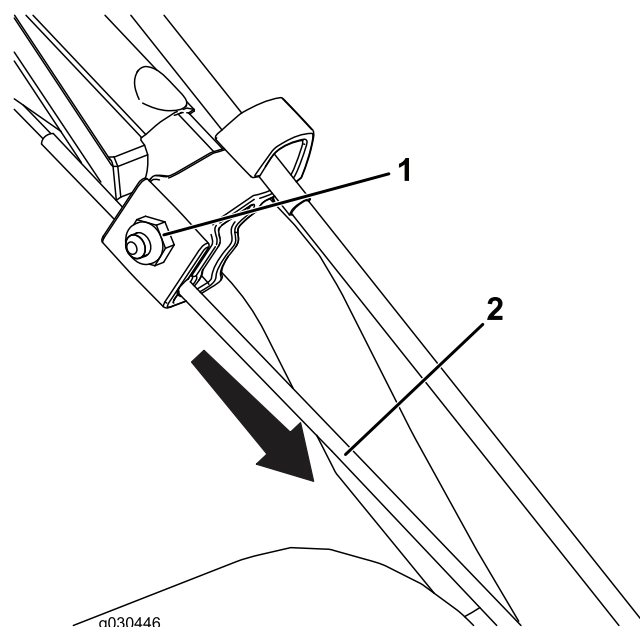

Figure 22
- Desserrez l'écrou sur le collier supérieur du câble, mais ne le retirez pas (Figure 22).
- Tirez le câble vers le bas pour le tendre presque complètement (Figure 22).
- Serrez l'écrou (Figure 22).